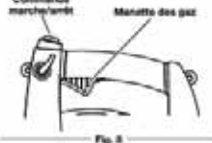

Fig. 8
4. Mettez le levier d'étranglement en Position 1 (Fig. 9). **REMARQUE :** L'appareil devrait être démarré au ralenti. Ne pas presser sur la gâchette jusqu'à l'étape 8 (Fig. 8).
- Appuyez sur la commande Marche/Arrêt et maintenez-la en position ARRÊT (O) jusqu'à ce que le moteur s'arrête complètement (Fig. 8).